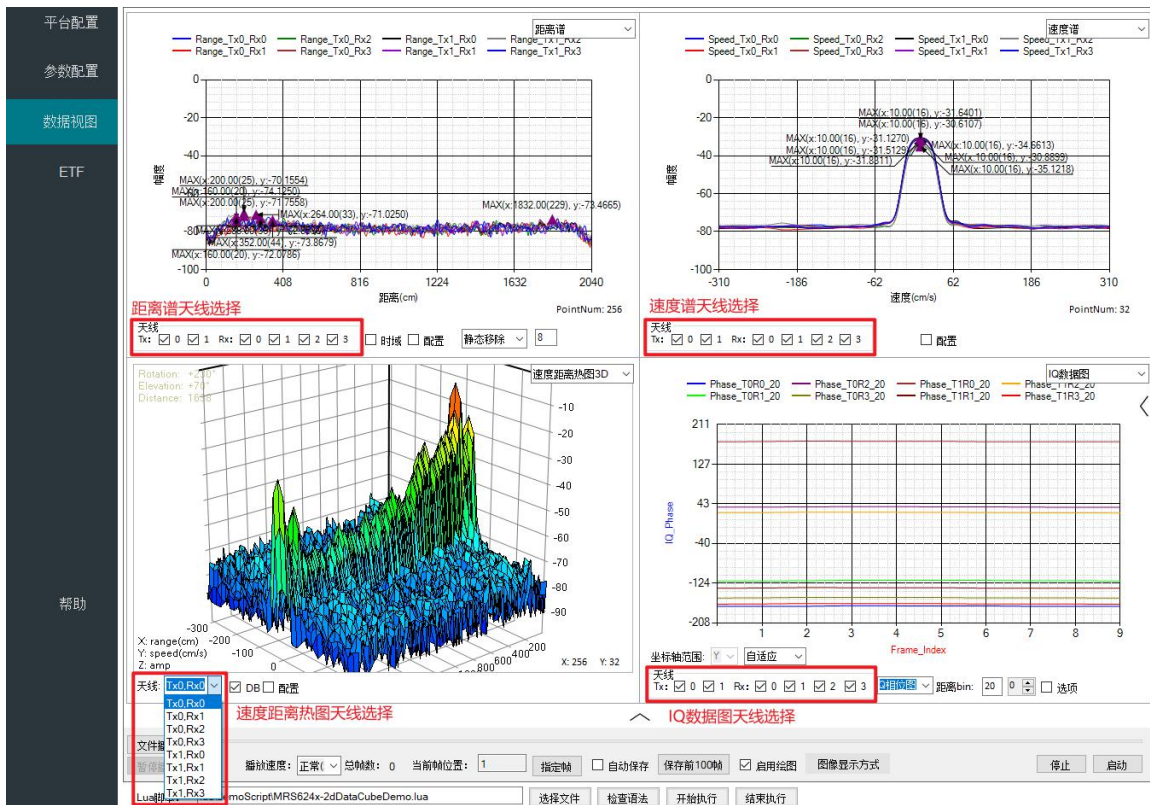

图 2-26 天线选择
- 2、如图 2-26 所示，“数据视图”可进行指定天线显示，方便调试使用；